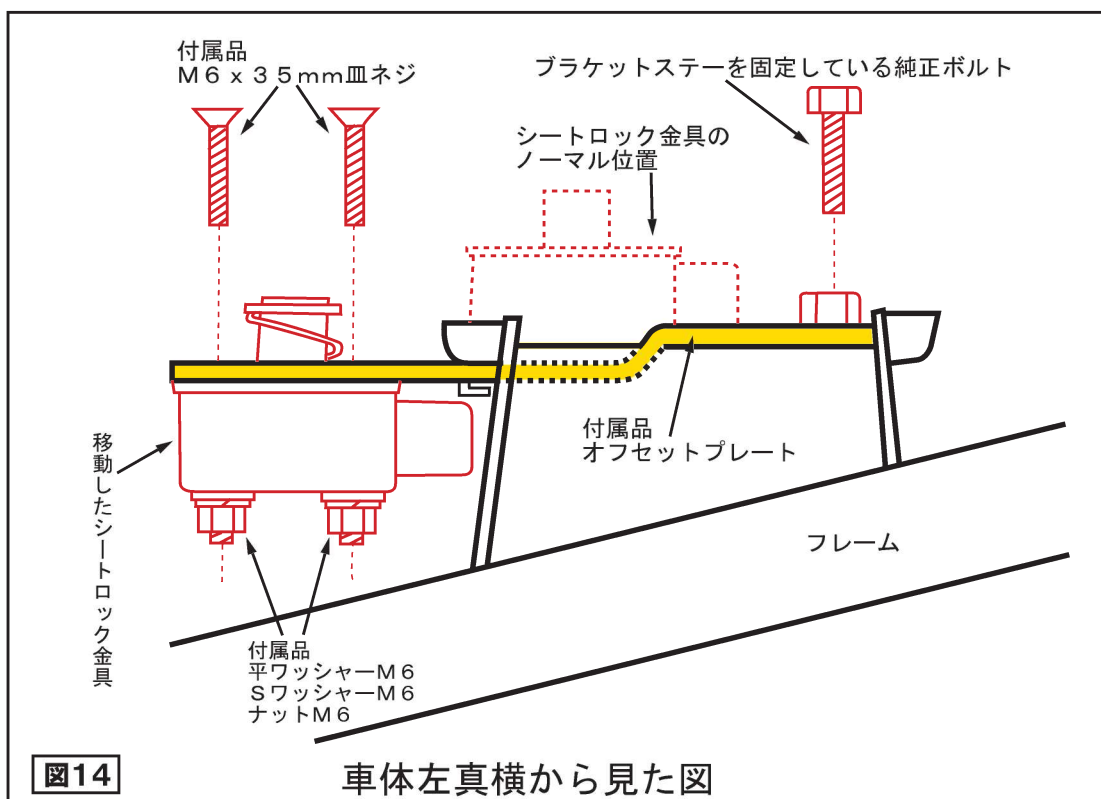

図14
7. 付属のオフセットプレートをフレームの穴に通して4. でブラケットステーを取り外した純正ボルトで取付けます。(図6・図7・図8・図9・裏面の図14参照)